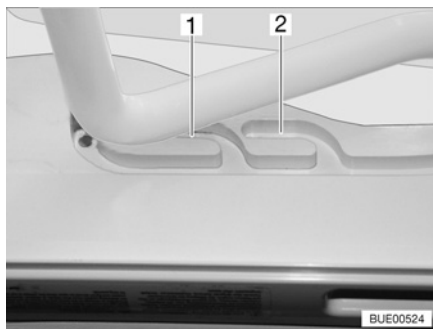
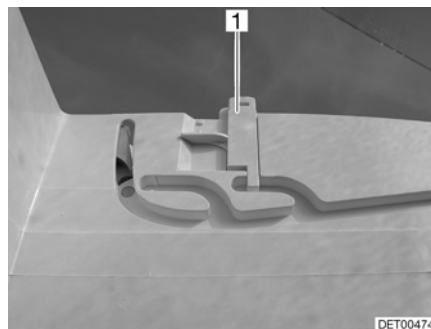

Fig. 38 Oblò Heki in posizione di ricircolo d'aria
Fig. 39 Bloccaggio della posizione di ricircolo d'aria
È possibile portare l'oblò Heki in due posizioni di ricircolo d'aria: Posizione brutto tempo (Fig. 38,1) e posizione centrale (Fig. 38,2). A seconda del modello, l'oblò può essere bloccato sulla posizione centrale del suo telaio con i due chiavistelli (Fig. 39,1) di sinistra e destra.
- Premere la staffa leggermente verso l'alto, spingerla nella guida selezionata (Fig. 38,1 o 2) ed eventualmente bloccarla.